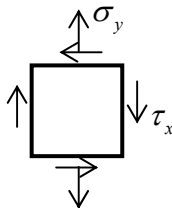

图 7
7. 某点的应力状态如图 7 所示, 则该点的相当应力 $\sigma_{r3} = \sqrt{\sigma_y^2 + 4\tau_x^2}$, $\sigma_{r4} = \sqrt{\sigma_y^2 + 3\tau_x^2}$ 。（2016）